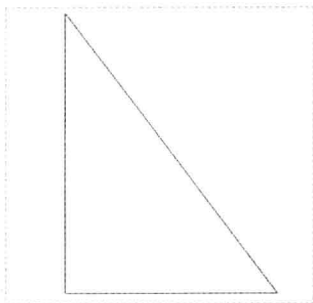

图 2-58 图形文件
Step 07 按【Ctrl+O】组合键，打开图形文件，如图 2-58 所示。